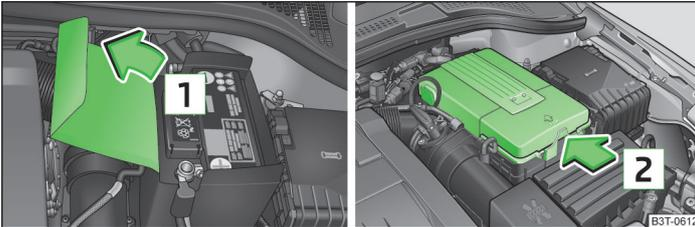

Abb. 167 Motorraum: Polyester-Abdeckung der Fahrzeugbatterie / Kunststoffabdeckung der Fahrzeugbatterie
Die Batterie befindet sich im Motorraum in einer Polyester-Abdeckung  » Abb. 167 bzw. in einer Kunststoffabdeckung  » Abb. 167 oder im linken Seitenfach des Gepäckraums » Abb. 89 auf Seite 92.
Der Rand der Polyester-Batterieabdeckung  » Abb. 167 wird bei Arbeiten an der Batterie zwischen Batterie und Seitenwand der Batterieabdeckung eingesteckt.
► Die Batterieabdeckung in Pfeilrichtung  öffnen bzw. die Verrastung an der Seite der Batterieabdeckung in Pfeilrichtung  drücken » Abb. 167, die Abdeckung nach oben klappen und entnehmen.